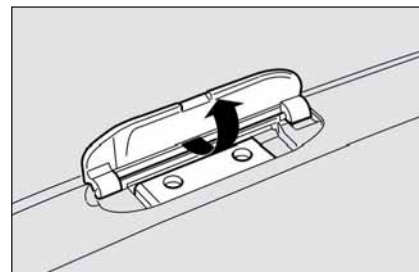

fig. 121
- pour les versions sans toit ouvrant: soulever les languettes en utilisant le tournevis, dont la voiture est dotée, pour rendre les emplacements de fixation **fig. 121** accessibles;